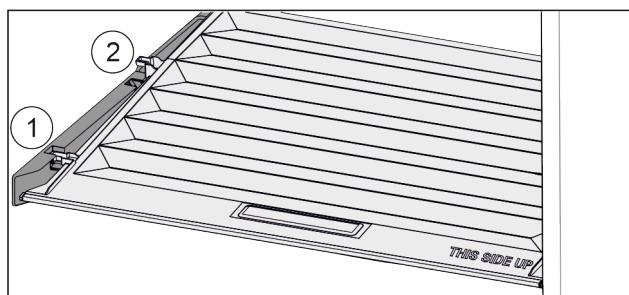

Fig. 48
- Trekk dekkelet til åpningen i holdedelene fremover Fig. 48 (1).
- Løft ut nede bak og ta opp og ut Fig. 48 (2).